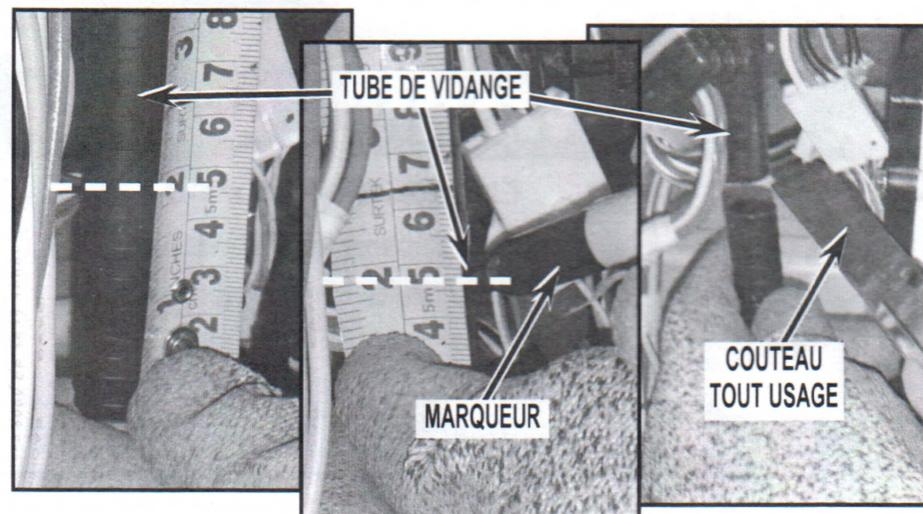

FIGURE 2
- Mesurer 46 mm (1 3/4 po) à partir du bas du conduit d'évacuation, marquer l'emplacement et couper le conduit d'évacuation avec le couteau tout usage. Voir la *Figure 2*.